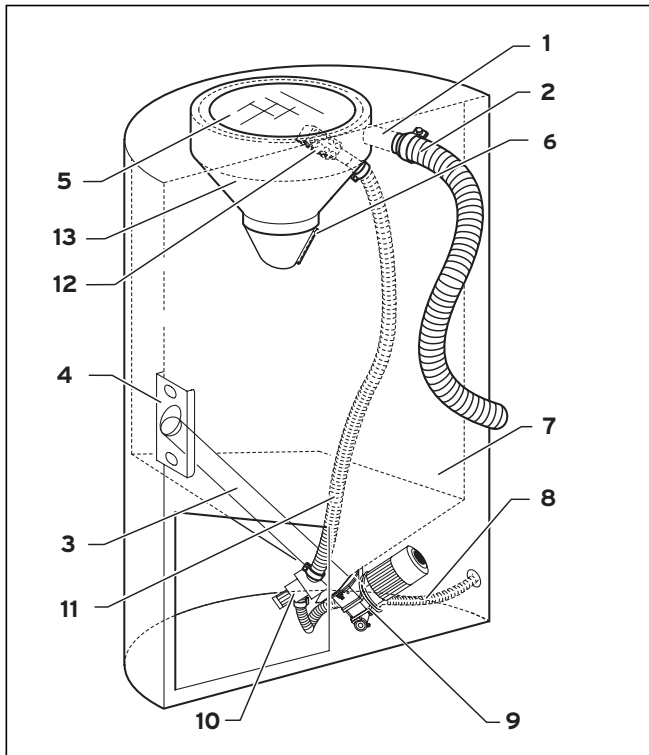

Abb. 5.6 Funktionselemente des Vorratsbehälters für Saugausstragung
Ansaugstutzen: Am Ansaugstutzen (1) ist der Pelletförderschlauch (2) angeschlossen. Über diesen werden die Pellets mit Unterdruck aus dem Pelletlager angesaugt und dem Zyklon (13, Abb. 5.6) zugeführt.
Einschiebschnecke: Die Einschiebschnecke (3) fördert die Pellets aus der Vorratskammer (7, Abb. 5.6) bis zu dem Fallschacht.